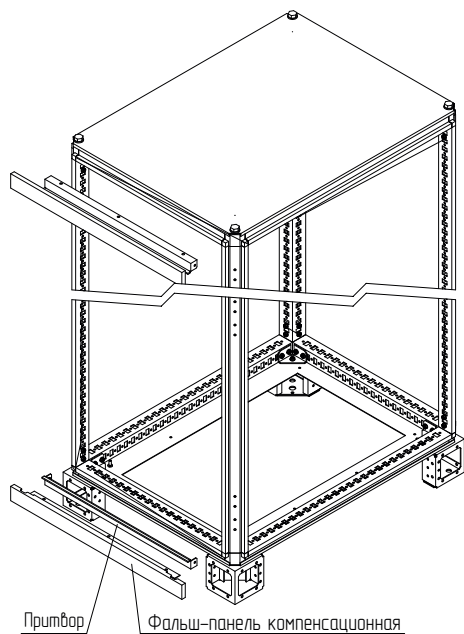

Рисунок 39
4.14.3 Приложить притвор и фальш-панель компенсационную к основанию или крыше и закрепить винтами M6×10 (рисунок 39, 40). Момент затяжки – 7 Н·м.